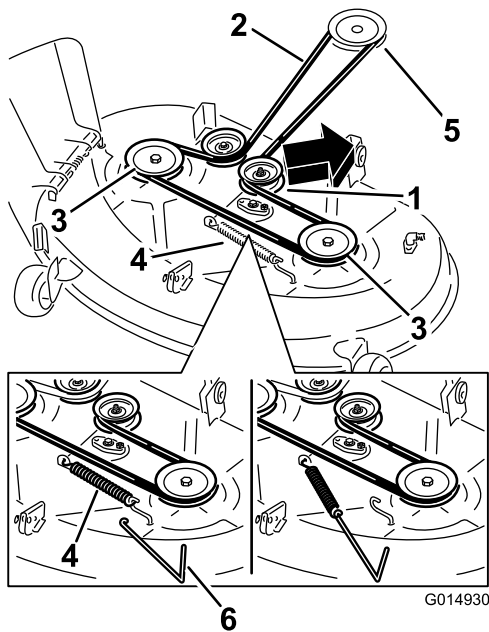
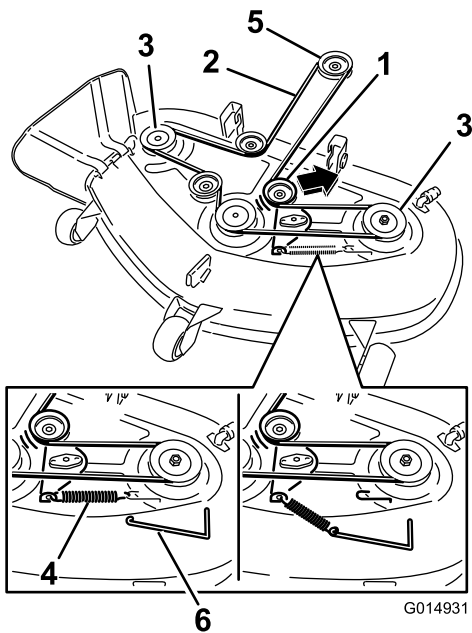

Figura 59
Figura 60
- Usando una herramienta para la retirada de muelles (Pieza Toro N° 92-5771), retire el muelle tensor del gancho de la carcasa para eliminar la tensión de la polea tensora, y retire la correa de las poleas (Figura 59 y Figura 60).
- Usando una herramienta para la retirada de muelles (Pieza Toro N° 92-5771), instale el muelle tensor sobre el gancho de la carcasa y tense la polea tensora y la correa (Figura 59 y Figura 60).
- Pase la correa nueva alrededor de las poleas del motor y del cortacésped (Figura 60).